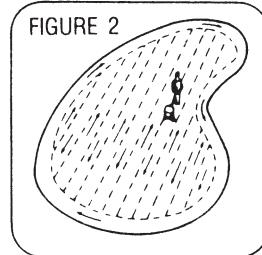

FIGURE 2
3. If lawn is odd shaped, spread a border around the edges and then spread between the border. See figure 2.
3. Si la pelouse est d'une forme bizarre, dispensez la matière autour des bords de la surface à traiter puis dispersez la matière entre ces bords. Voir figure 2.